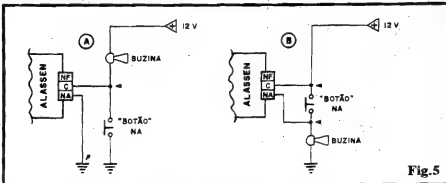
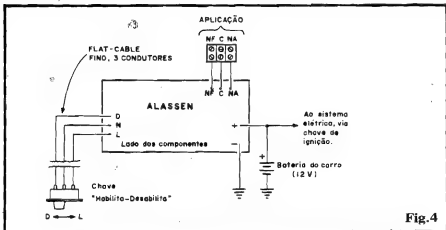

Fig. 5
Fig. 4
- **FIG. 4 - CONEXÕES BÁSICAS, EXTERNAS À PLACA** - Conforme foi dito, a instalação do ALASSEN é muito simples (e esse foi o próprio requisito básico de criação do projeto...). Inevitavelmente tal proposta determina que as (poucas) conexões externas à placa sejam também simples e diretas... A figura mostra o Impresso ainda pelo lado não cobreado (como na fig. anterior), enfatizando as ligações periféricas... Observar as conexões à chavinha L-D, que podem ser feitas com cabinho fino, isolado, ou até com um multicabo de três vias, aos pontos D-N-L da placa. As conexões de alimentação (+) e (-) também podem ser feitas com fios finos, já que a Corrente total demandada pelo circuito é muito baixa. Recomenda-se usar a codificação/padrão, de cabo **vermelho** para o **positivo** e **preto** para o **negativo**. Aproveitem para confirmar que a alimentação para o ALASSEN deve ser "puxada" diretamente da bateria, sem a inter-
- **FIG. 5 - A UTILIZAÇÃO DOS TERMINAIS DE SAÍDA** - Feita a (simples) instalação básica, "nos conformes" da fig. 4, resta aproveitar bem os contatos de aplicação do relê... Para o disparo intermitente da buzina, durante a Temporização do ALASSEN, um dos dois métodos propostos na figura (A ou B) deve ser usado... O caso 5-A refere-se à buzina na qual "um lado" do próprio "botão" de acionamento normal encontra-se "aterrado"... As duas setinhas pretas mostram as conexões a serem feitas... Em alguns casos (principalmente com buzinas tipo "sirene eletrônica",